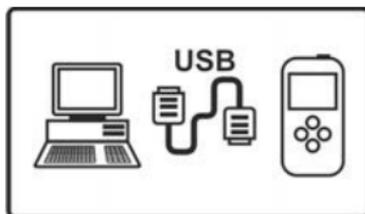

Рисунок 3.5 – Изображение окна Режим работы с ПК
- на экране пульта появляется пиктограмма, сигнализирующая о нахождении прибора в данном режиме, рисунок 3.5;